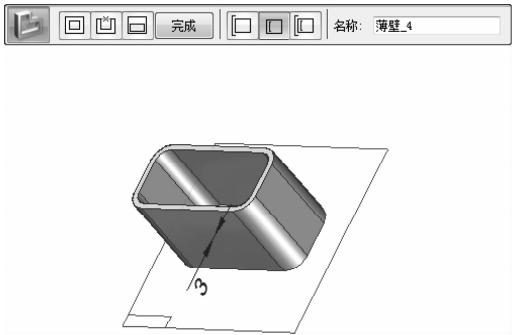

图 7-9 薄壁特征
(2) 单击【薄壁-开放面】按钮，再单击【链】按钮，并单击拉伸的零件实体上表面，完成后单击  【确定】按钮，单击【预览】能看到效果图，最后单击【完成】按钮，如图 7-9 所示。